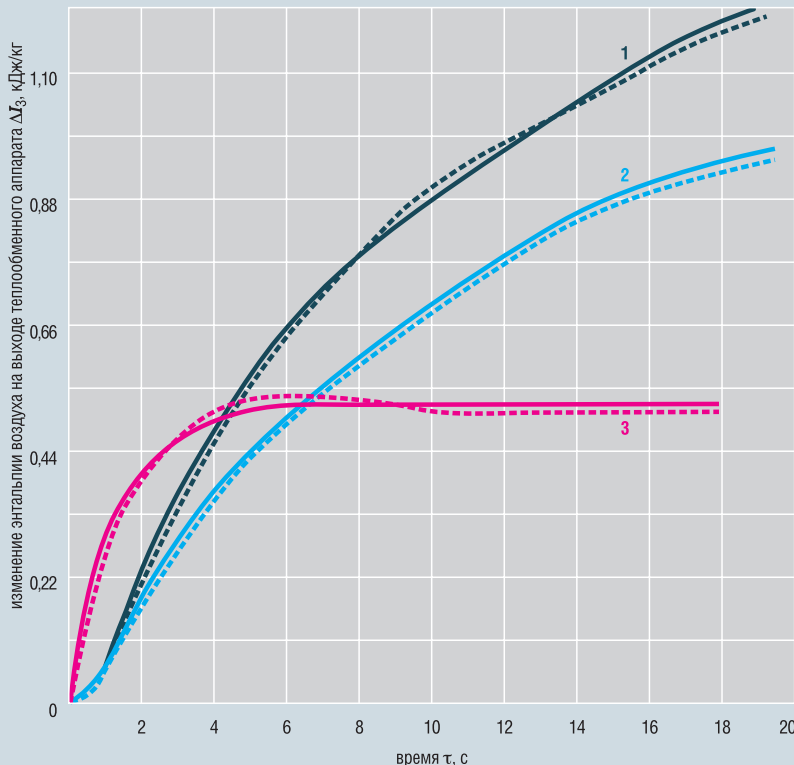

Рис. 2. Кривые переходных процессов в воздухоохладителе
Передаточные функции $W_1(P) \dots W_7(P)$ в (6) представляют собой апериодические звенья первого порядка, коэффициенты передачи (K) и постоянные времени (T) которых по соответствующим каналам передачи входных воздействий приведены в табл. 2. На рис. 2 представлены используемые для получения модели (6) экспериментальные и расчетные кривые переходных процессов в ВО, определяющие зависимости изменения энthalпии воздуха на выходе теплообменного аппарата при: 1 — уменьшении холодопроизводительности (Q_0); 2 — уменьшении расхода рассола (G_w); 3 — увеличении энthalпии воздуха перед воздухоохладителем (I_1).